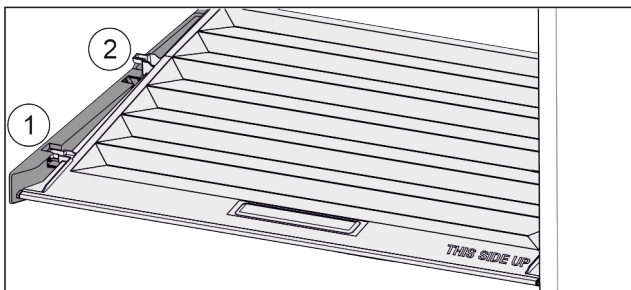

Fig. 46
- ▶ Deksel tot de opening in de vasthouddelen naar voren trekken Fig. 46 (1).
- ▶ Aan de achterkant vanaf de onderkant omhoog tillen en vanaf de bovenkant verwijderen Fig. 46 (2).